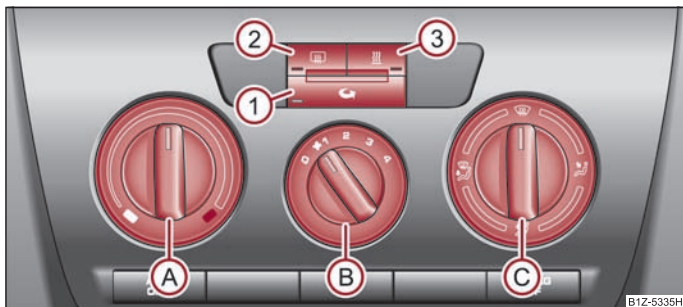

Abb. 106 Heizung: Bedienelemente
- Drehen Sie den Drehregler (A) ⇒ Abb. 106 nach rechts, um die Temperatur zu erhöhen.
- Drehen Sie den Drehregler (A) nach links, um die Temperatur zu senken.
- Bedienelemente Ⓐ, Ⓑ, Ⓒ und die Taste ① ⇒ Seite 94, Abb. 106.
- Drücken Sie die Taste  - die Kontrollleuchte in der Taste $\Rightarrow$ Seite 94, Abb. 106 leuchtet.
Wenn der Luftverteilungsregler  $\Rightarrow$ Seite 94, Abb. 106 steht, wird der Umluftbetrieb automatisch ausgeschaltet. Durch wiederholtes Drücken der Taste  können Sie auch in dieser Stellung den Umluftbetrieb wieder einschalten.